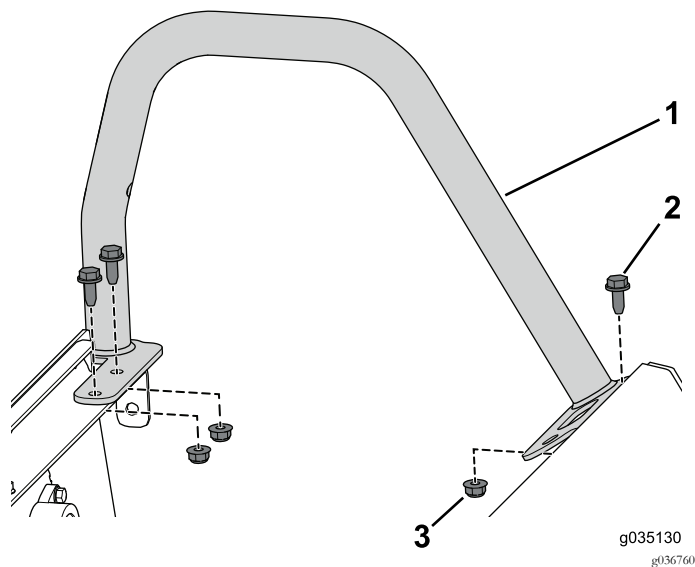

Bild 54
2. Entfernen Sie die drei Bundbolzen und Bundmuttern, mit denen der linke Hüftgurt befestigt ist (Bild 54).